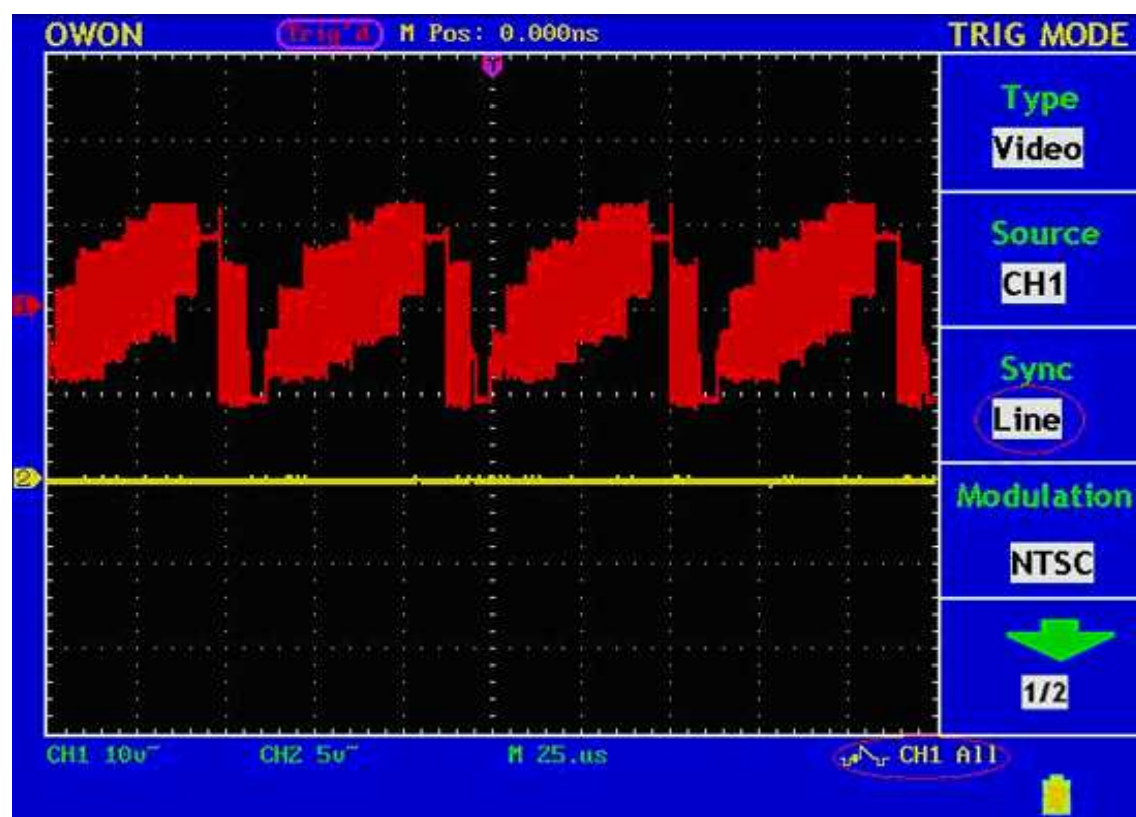

Fig. 32 ビデオ信号水平走査線(Line)でトリガされた波形
5. もう一度 F3 ボタンを押して、スロープの Line を選択してください。画面では Fig.32 のように表示されます。